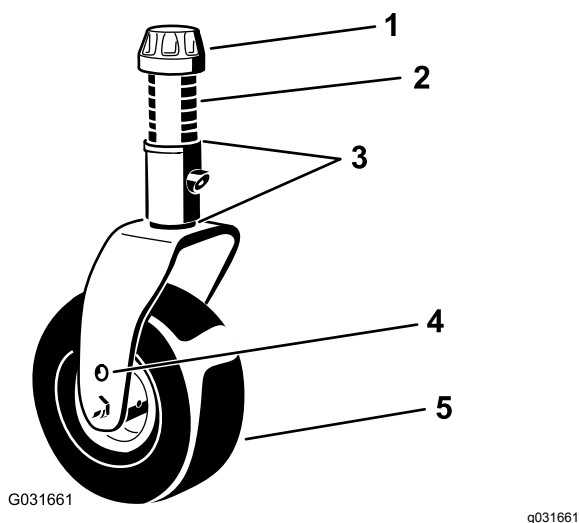
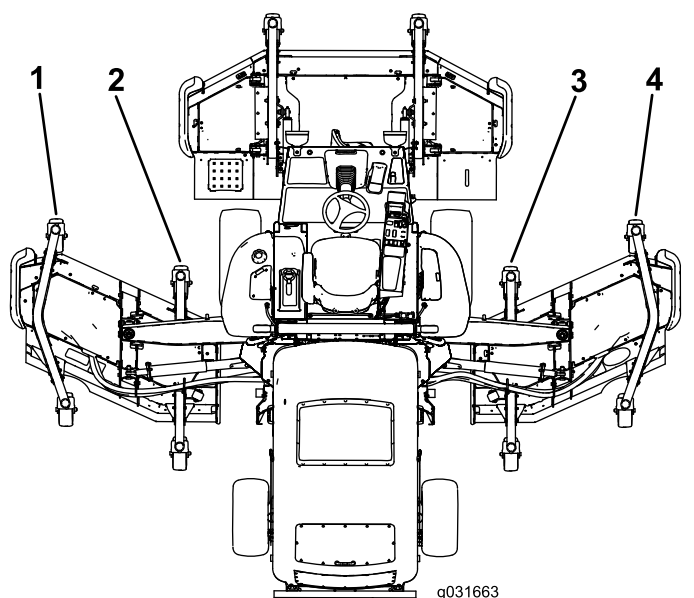

Figura 26
Figura 27
5. Se a extremidade interior da plataforma do cortador lateral estiver demasiado levantada em relação à ponta exterior da plataforma do cortador frontal, retire 1 calço do fundo do braço da roda giratória dianteira interior na plataforma do cortador lateral (Figura 26 e Figura 27).
- Se a extremidade interior continuar demasiado alta, retire mais um calço do fundo do braço da roda giratória interior dianteira da plataforma do cortador lateral e um calço do braço exterior da roda giratória dianteira da plataforma do cortador lateral (Figura 26 e Figura 27).
cortador frontal, acrescente 1 calço ao fundo do braço da roda giratória dianteira interior na plataforma do cortador lateral (Figura 26 e Figura 27).